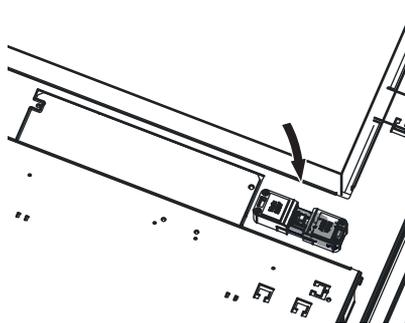

Fig. 59 Geräte-Netzstecker abziehen
- ▶ Bei Reinigungs- oder Reparaturarbeiten Kessel unbedingt spannungslos schalten (z.B. durch Trennen des Netzsteckers) – Fig. 59.
- ▶ Geräte-Netzstecker abstecken – Fig. 59.